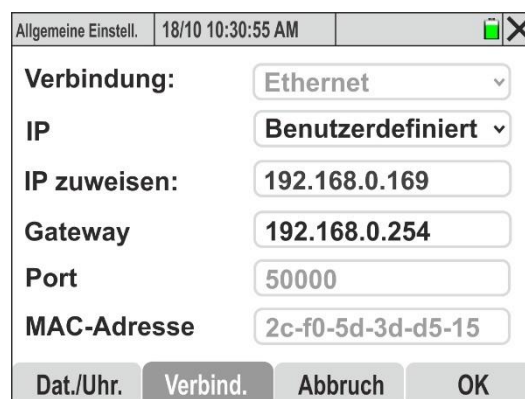

Abb. 16: Kommunikationseinstellung über Ethernet-Netzwerk – Modus Benutzerdefiniert
10. Für den Fall, dass Sie die Verbindungsparameter des LAN-Netzwerks manuell definieren möchten, wählen Sie die Option „**Benutzerdefiniert**“ im IP-Feld, wie in Abb. 16 gezeigt:
17. Wählen Sie die Option „**Netz**“, geben Sie die IP-Adresse des zuvor definierten Instruments ein (siehe Abb. 16) und bestätigen Sie mit „**OK**“